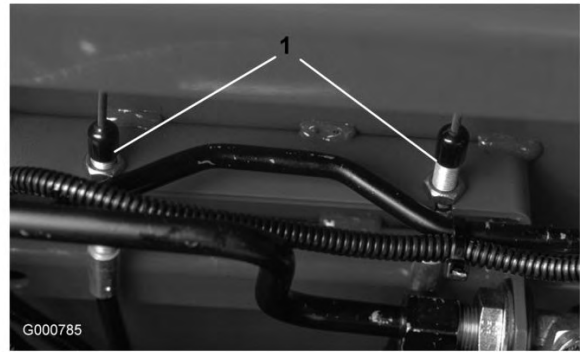

Figura 74
2. Para reduzir a folga dos pedais de travão, aperte-os, libertando a porca dianteira que se encontra na extremidade roscada do cabo do travão (Figura 74). Depois, aperte a porca traseira para deslocar o cabo para trás até que os pedais dos travões apresentem uma folga de 1,25–2,5 cm. Aperte as porcas dianteiras após a conclusão do ajuste.